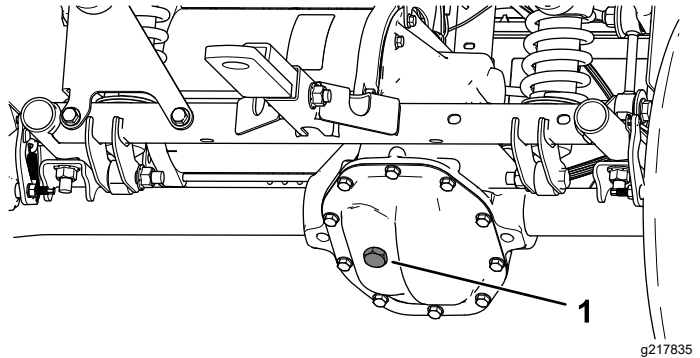

Bild 53
4. Entfernen Sie die Füllschraube am Getriebe (**Bild 53**).
5. Wenn der Ölstand niedrig ist, nehmen Sie die Füllschraube ab und füllen Sie die angegebene Ölsorte ein, bis das Öl aus dem Loch ausläuft (**Bild 53**).
4. Entfernen Sie die Füllschraube am Getriebe und füllen Sie das Getriebe mit Öl der angegebenen Sorte, bis es aus dem Füllloch ausläuft (Bild 53).